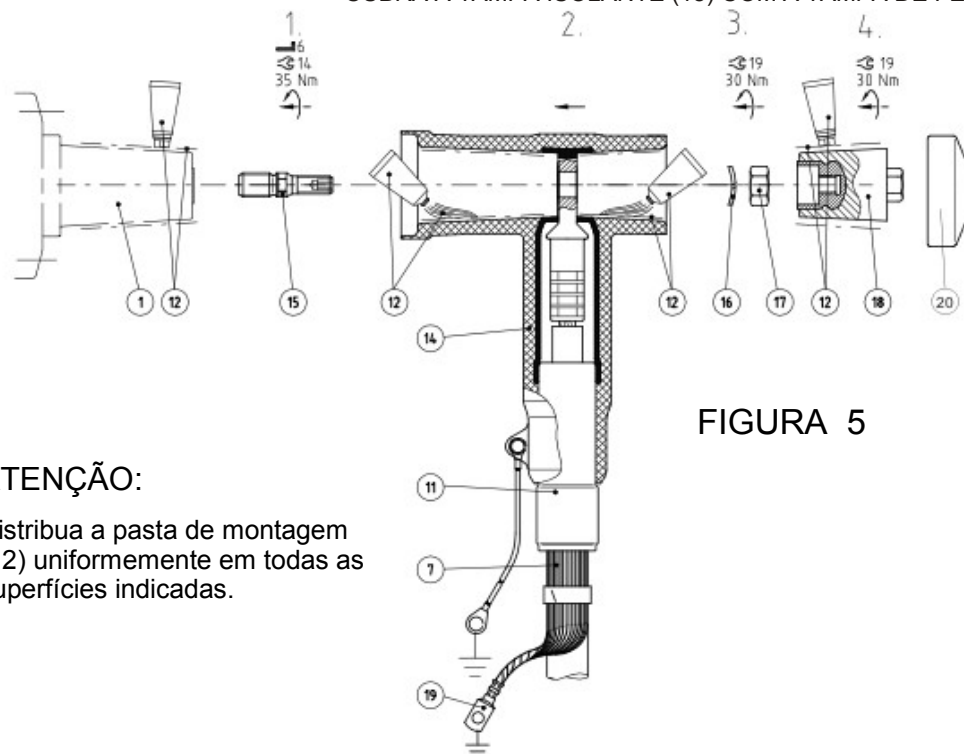

FIGURA 5
5 - A SEQUÊNCIA DE MONTAGEM DA TERMINAÇÃO (14) NA BUCHA (1) DEVE SER FEITO COMO INDICADO NA FIGURA 5. PASSE A PASTA DE MONTAGEM (12) CONFORME INDICADO NA FIGURA 5, A FIM DE FACILITAR A MONTAGEM. (*)